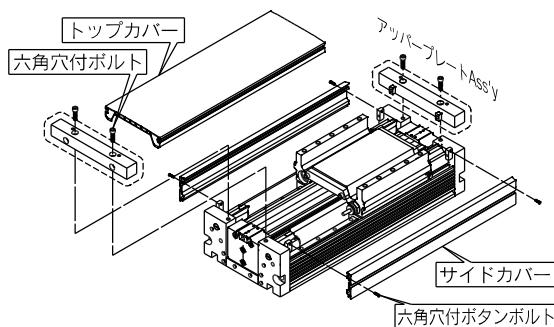

図2. カバー着脱図
- ②①の調整においてなおかつ調整代が足りない場合には、ショックアブソーバを調整することが可能です。図2に示すようにカバー類を取り外し六角ナットを緩め調整を行ってください。